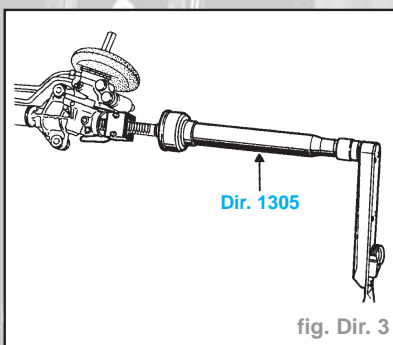

fig. Dir. 3
- Dans cette position, débloquer la rotule axiale à l'aide de l'outil **Dir. 1305** (fig. Dir. 3).